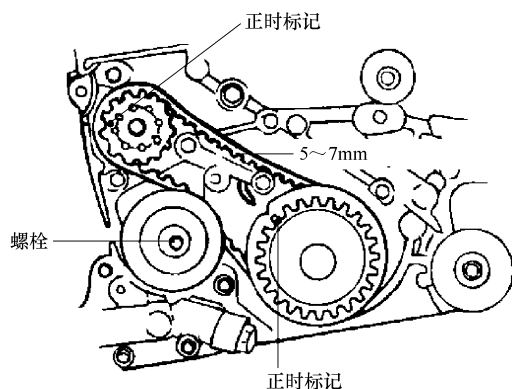

图 31-61 检测正时标记和正时带挠度
6) 如图 31-61 所示, 检查正时标记是否对齐。用食指按压正时带, 检测正时带挠度, 挠度应为 5 ~ 7mm。